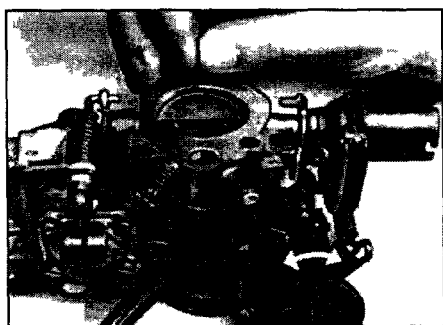

Рис. 4.23 Хвостовиком сверла измерьте зазор дроссельной заслонки
- 23 Хвостовиком сверла измерьте зазор между кромкой дроссельной заслонки и стенкой камеры. Размер сверла записан в Спецификациях. Измерение проводите со стороны, противоположной переходным отверстиям (рис. 4.23).